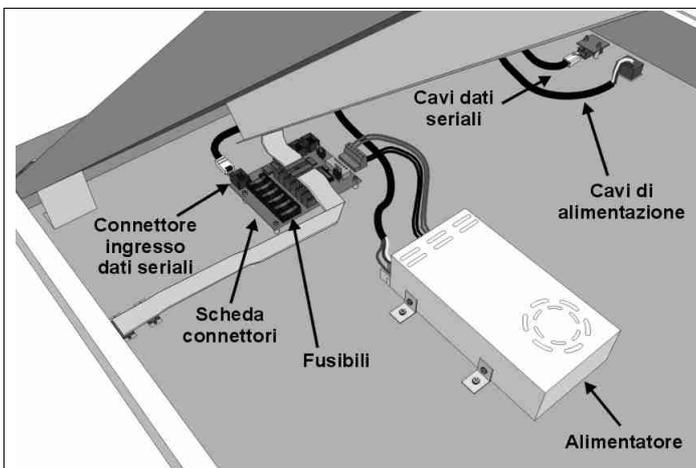
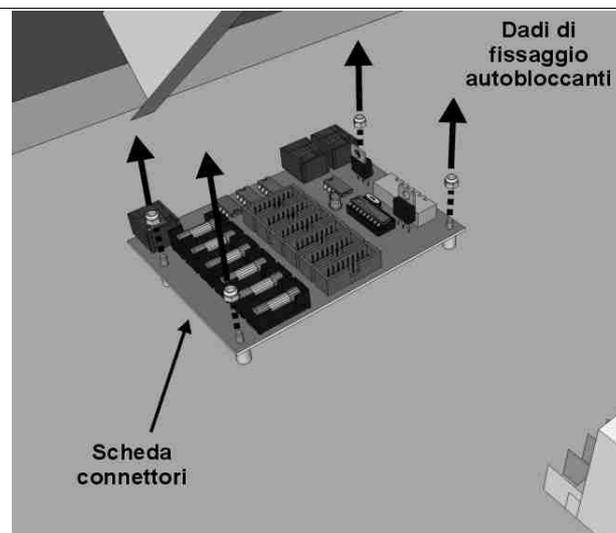

Fig. 18: Sostituzione scheda connettori
Fig. 19: Fissaggio scheda connettori
- b) collegare la Console direttamente al connettore dei dati seriali della scheda dei connettori (Fig. 18) con un cavo seriale di sicuro funzionamento ed alimentare il tabellone;
- c) localizzare la scheda connettori all'interno del modulo superiore del tabellone (Fig. 18) ed identificare il fusibile (Fig. 19) vicino al connettore dove è inserito il cavo piatto a 16 vie proveniente dalla precedente scheda di
2. Individuare la scheda connettori (Fig. 18); estrarre da essa tutti i connettori prendendo nota della loro posizione.
3. Mediante una chiave da 5,5 mm svitare i 4 dadi di blocco della scheda connettori (Fig. 19), toglierla dalla propria sede e quindi fissare la nuova scheda.